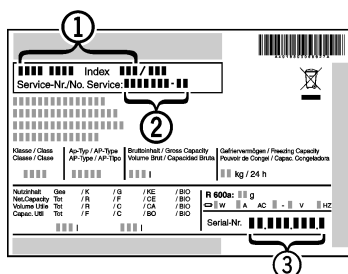

Fig. 6
- ▶ Leggere la denominazione dell'apparecchio Fig. 6 (1), il numero di assistenza Fig. 6 (2) e il numero SN Fig. 6 (3) dalla targhetta identificativa. La targhetta identificativa è situata all'interno dell'apparecchio, sul lato sinistro.
- ▶ Informare il servizio di assistenza e comunicare il difetto, la denominazione dell'apparecchio Fig. 6 (1), il numero di assistenza Fig. 6 (2) e il numero SN Fig. 6 (3).